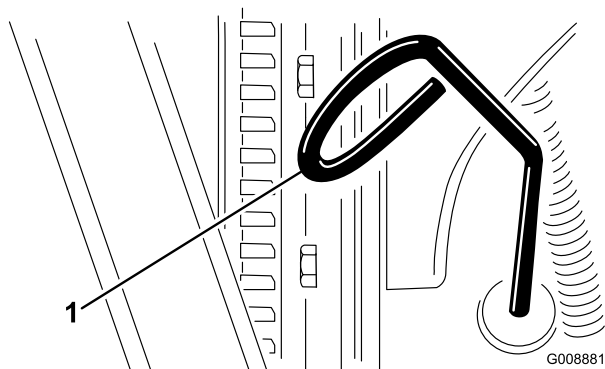

Figura 37
2. Retire a vareta (Figura 37) e limpe-a com um pano limpo.